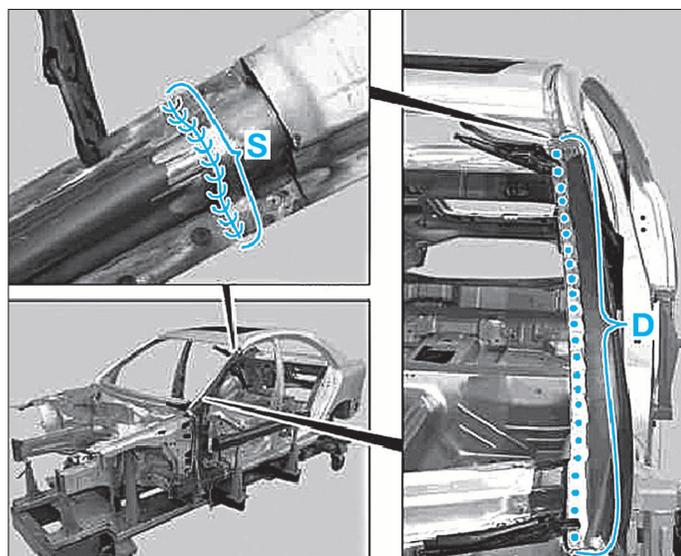

FIG. 51
- Souder par point bouchon le point (Y).
- le renfort sur le plancher zone (C).
- le renfort sur le montant de pare brise zone (S) (Fig.51).